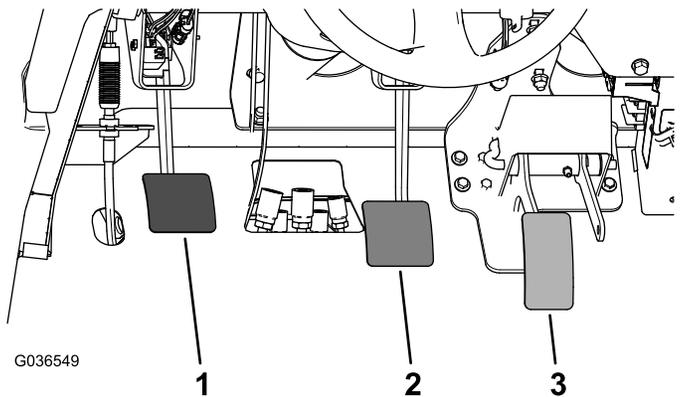

图66
2. 抬起刹车踏板 图66 直至它接触到机架。
3. 松开将汽缸钗固定至主汽缸轴的锁紧螺母 图66。